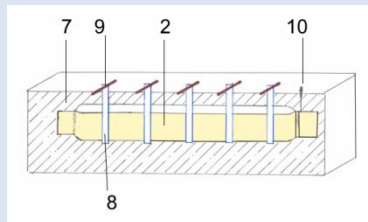

Bild 15
- Bei der Montage von Abdichtkissen in Bodenfugen wird im Abstand von etwa 1 – 1,5 m jeweils eine Halterung zur Bodenmontage Art. Nr. 83.2 QV-AMH (Bild 15) über das Abdichtkissen gezogen.